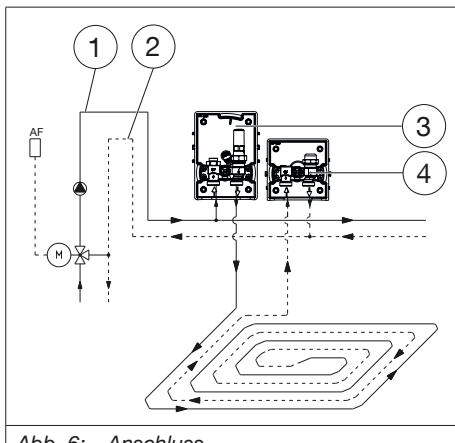

Abb. 6: Anschluss
- Zur Absperrung der Flächenheizung empfehlen wir Ihnen den zusätzlichen Einbau der „Unibox RLA“ (siehe Abb. 6 auf Seite 11).